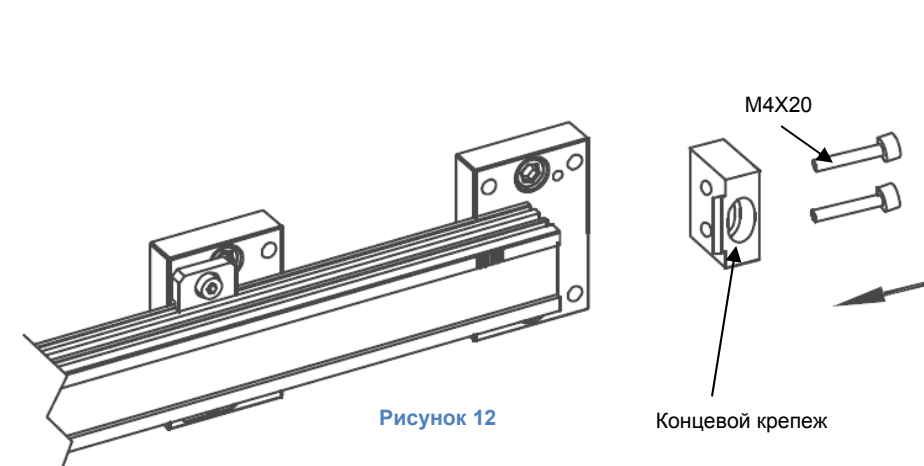

Рисунок 12
- Присоедините к линейке концевой крепеж, см. Рисунок 12.